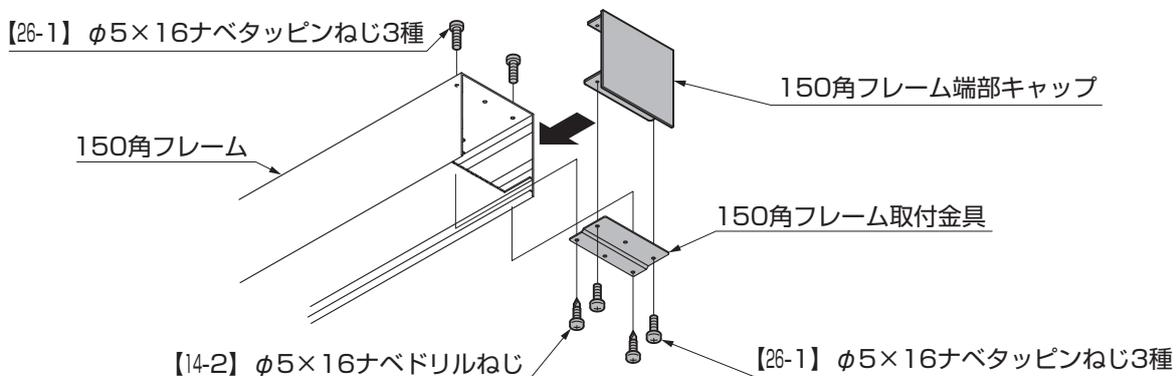

図16-2 端部キャップを取付ける場合
①図16-2を参照して端部キャップをフレームに固定してください。